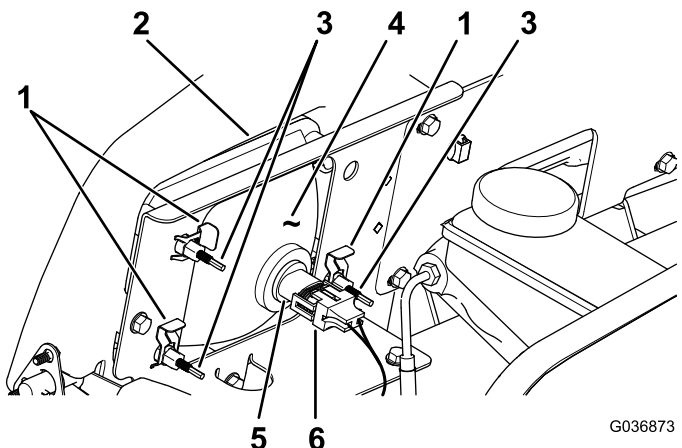

Figura 36
3. Scollegate il connettore elettrico del cablaggio dal connettore del gruppo luci (Figura 36).
4. Togliete i fermagli che tengono bloccato il faro anteriore sulla relativa staffa (Figura 36).
5. Rimuovete il gruppo faro anteriore spostandolo in avanti attraverso l'apertura nel paraurti anteriore (Figura 36).
6. Montate il nuovo faro anteriore attraverso l'apertura nel paraurti (Figura 36).
8. Collegate il connettore elettrico del cablaggio al connettore del nuovo gruppo luci (Figura 36).
2. Sul retro del gruppo faro, ruotate le viti di regolazione (Figura 36) per ruotare il gruppo faro e allineare la posizione di getto del fascio.